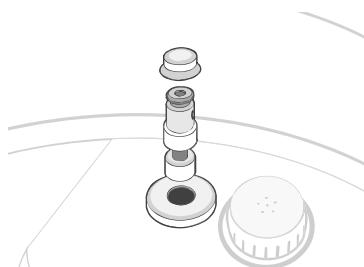

Figura 10.3
- b. Rimuovere il cappuccio in silicone dalla valvola a galleggiante. La valvola a galleggiante può cadere inaspettatamente senza il tappo in silicone, quindi rimuoverla con cautela. **[Figura 10.3]**